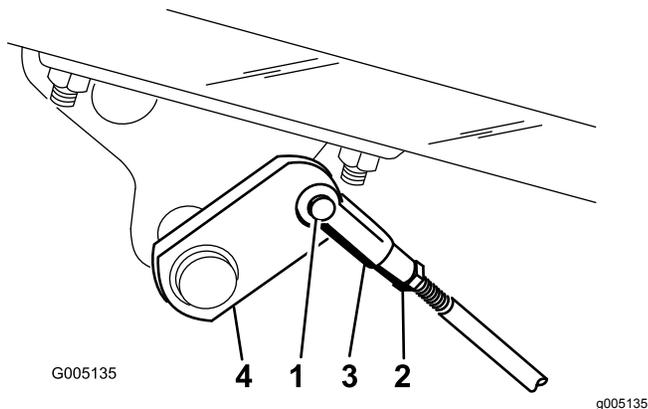

図 45
- A. コッターピンとクレビスピンを外して、ブレーキロッドを外す 図 45。
B. ジャムナットをゆるめ、クレビスを調整する 図 45。
C. クレビスをシャフトに取り付ける 図 45。